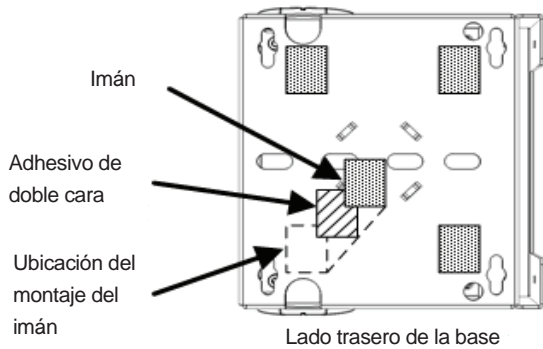

Figura 3
- 3) Coloque los ensambles de los imanes en las ubicaciones mostradas en la Figura 3